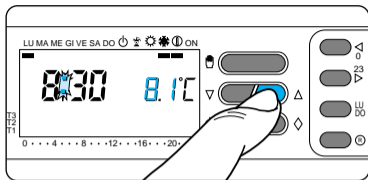
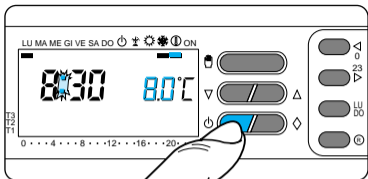

Fig. 54
Fig. 55
En el display aparece el gráfico del programa y se lee la temperatura previamente definida, la que puede modificarse mediante los botones ▽ y △ (fig. 54).
10.2 - Pulse una sola vez el botón ⏻ (fig. 55) para disponer el aparato en modalidad ANTIHELADAS ①, y fije la temperatura deseada mediante el botón ▽ o △ (fig. 54).